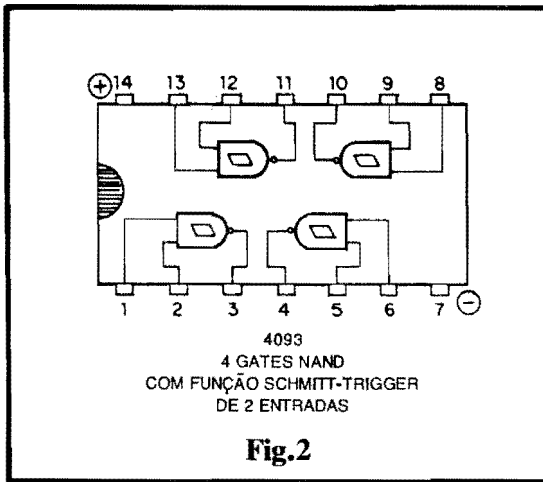

Fig. 2
- FIG. 2 - 4093 (4 **gates** NAND de 2 Entradas cada, com função S.T.) - Em termos lógicos, o 4093 é idêntico a um 4011, já estudado, porém contém a função "interpretadora" **Schmitt Trigger**, simbolizada por aquele pequeno **losango** ou **trapezóide** desenhado no interior da notação gráfica convencional do **gate**... Observem que, no mais, o 4093 é também idêntico ao 4011 em pinagem, localização das "pernas" correspondentes à alimentação, etc.